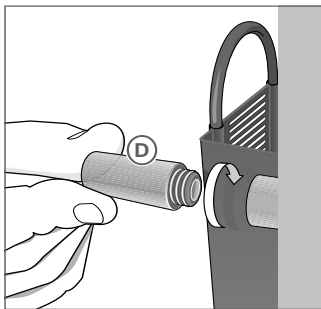

fig.14
- Zorg dat de koelkast, aan de achterkant bij de condensor (fig. 14), voldoende kan ventileren en plaats daarvoor de los bijgeleverde afstandhouders (fig. 14D).